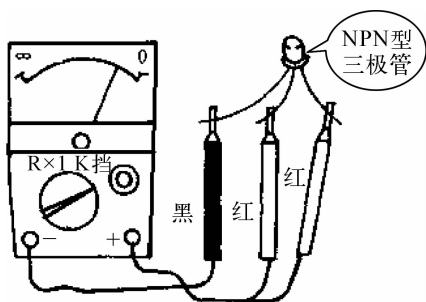

图 1-1-8 用万用表检测判别基极和管型
④ 发光二极管性能检测与质量判别:因为该项目中的发光二极管正向导通压降约为 1.5 V,所以用万用表 $R \times 1 \text{ k}\Omega$ 挡测量其正向阻值时,指针只能微动,摆动不明显;用万用表 $R \times 10 \text{ k}\Omega$ 挡测量发光管的正、反向电阻。正常时,正向电阻值为 $15 \sim 40 \text{ k}\Omega$ (此值越小越好),反向电阻大于 $500 \text{ k}\Omega$ (约为 ∞),若测得正、反向电阻值均接近零,则说明该红外发光二极管内部已击穿损坏,若测得正、反向电阻值均为无穷大,则说明该二极管已开路损坏,若测得的反向电阻值远远小于 $500 \text{ k}\Omega$,则说明该二极管已漏电损坏。
(3) 检测三极管
① 步骤一:万用表量程选择。对于功率在 1 W 以下的中小功率三极管,可用万用表的 $R \times 1 \text{ k}$ 或 $R \times 100$ 挡测量,对于功率在 1 W 以上的大功率三极管,用万用表 $R \times 10$ 或 $R \times 1$ 挡测量(不必对欧姆挡调零)。
② 步骤二:判别基极和管型。用黑表笔接触某一管脚,用红表笔分别接触另两个管脚,用此方法几次试探,如试探中只有一次表头电阻读数都很小,则与黑表笔接触的管脚是基极,同时可确定为 NPN 型三极管;若用红表笔接触某一管脚,用黑表笔分别接触另两个管脚,如试探中只有一次表头读数都很小,则与红表笔接触的管脚是基极,同时可确定为 PNP 型三极管(图 1-1-8)。